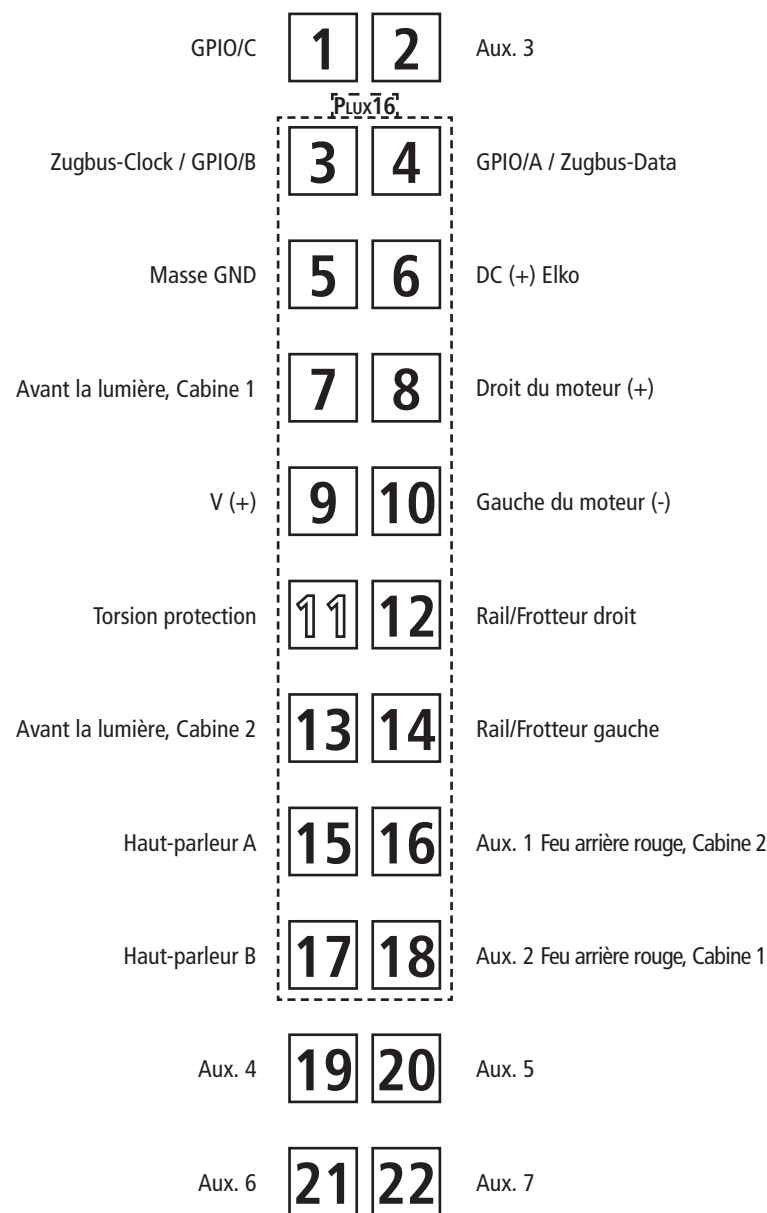

Fig. 5
2. Graissage: N'appliquez **qu'une tout petite goutte** aux endroits indiqués par le plan de graissage (fig. 5) après avoir démonté la caisse de la locomotive (fig. 3). Nous vous recommandons le **graisseur à huile ROCO réf. 10906**. Pour graisser les engrenages (roues dentées, vis sans fin) nous vous conseillons la **graisse spéciale ROCO réf. 10905** pour engrenages en matières synthétiques. Lorsque vous utilisez cette graisse il faut éviter d'huiler ces composants.